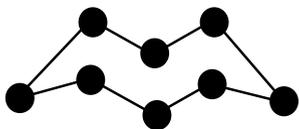

Abb. 159. Achtgliedriger Ring aus S-Atomen
*Eigenschaften:* Schwefel kommt in vielen Modifikationen vor. Die Schwefelatome lagern sich zu Ketten oder Ringen zusammen. Die Atombindungen entstehen vornehmlich durch Überlappung von p-Orbitalen. Dies führt zur Ausbildung von **Zickzack-Ketten**. Unter normalen Bedingungen beständig ist nur der **achtgliedrige**, kronenförmige *cyclo-Octaschwefel S8* (Abb. 159). Er ist wasserunlöslich, jedoch löslich in Schwefelkohlenstoff CS2 und bei Raumtemperatur „schwefelgelb“. Dieser *rhombische α-Schwefel* wandelt sich bei 95,6°C reversibel in den ebenfalls achtgliedrigen *monoklinen β-Schwefel* um. Solche Modifikationen heißen *enantiotrop* (wechselseitig umwandelbar).